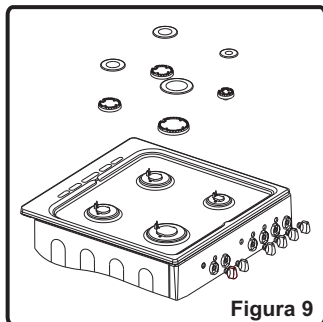

Figura 9
- Remover o espelho do queimador e o adaptador (Figura 9).